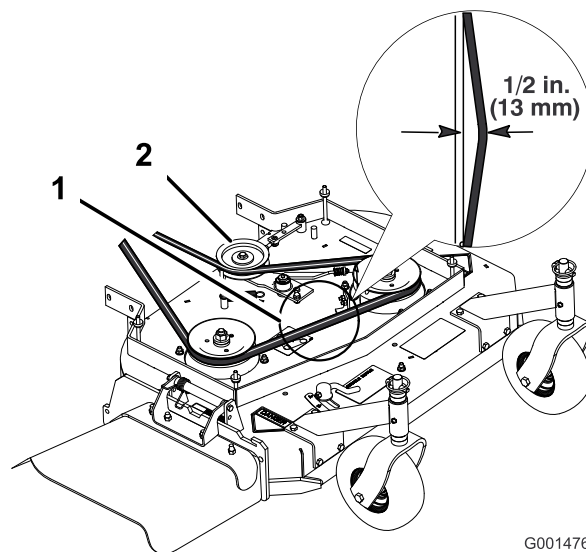
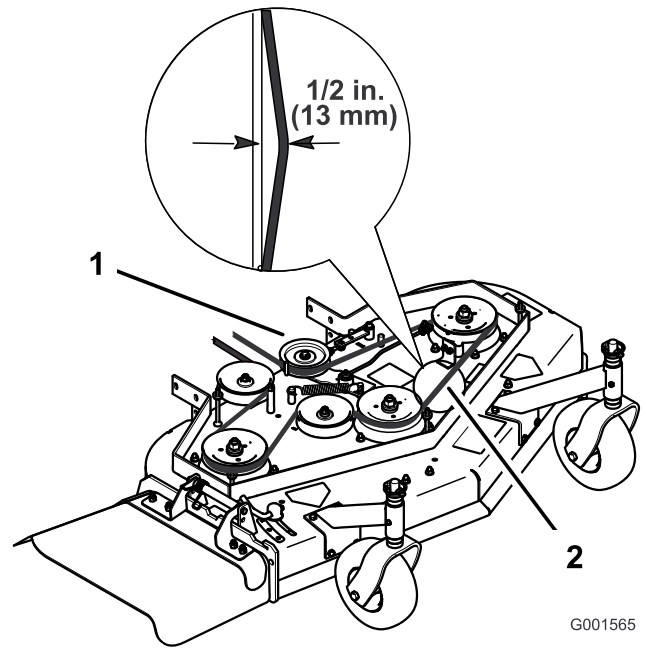

Figura 36
Figura 37
Nota: La tensión correcta de la correa del cortacésped es de 44-67 N (10-15 lbf) con la correa desviada 13 mm (1/2 pulg.) en el punto intermedio entre las poleas (Figura 36 o Figura 37).
3. Afloje la contratuerca del tensor (Figura 36).
4. Gire el tensor hacia la parte trasera del cortacésped para aumentar la tensión de la correa. Gire el tensor hacia la parte delantera del cortacésped para reducir la tensión de la correa (Figura 36).
Nota: La tensión correcta de la correa del cortacésped es de 44-67 N (10-15 lbf.) con la correa desviada 13 mm (1/2 pulg.) en el punto intermedio entre las poleas (Figura 36).
Nota: La tensión correcta de la correa del cortacésped es de 44-67 N (10-15 lbf.) con la correa desviada 13 mm (1/2 pulg.) en el punto intermedio entre las poleas (Figura 37).